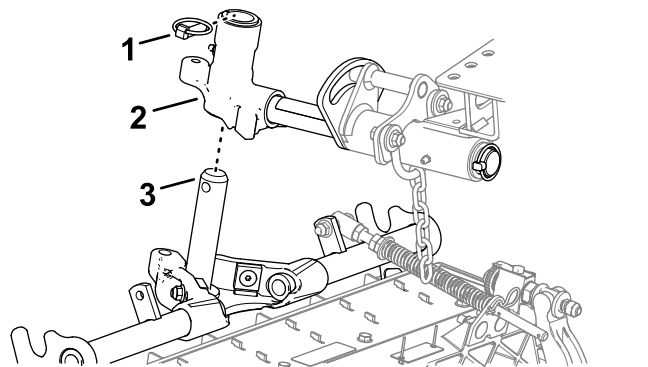

Рисунок 26
1. Подведите режущий блок под подъемный рычаг (Рисунок 26).